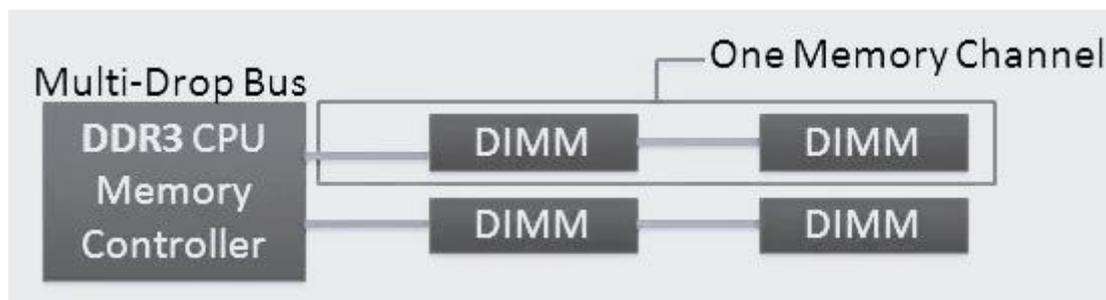

Рисунок 2 — Схема работы шины Multi-Drop
В конце концов, мы добрались до абсолютно свежей памяти DDR4. Консорциум отраслевых компаний JEDEC начала разработку эталона ещё в 2005 году, впрочем, только весной 2014 года первые устройства были замечены в продаже. В качестве примера рассмотрим 8-гигабайтный DDR4-чип с шиной данных шириной 4 бита. Подобный аксессуар имеет 4 группы банков по 4 банка в каждой. Изнутри всякого банка присутствуют 131 072 (217) строчки емкостью 512 байт каждая. Для сопоставления возможно привести свойства подобного DDR3-решения. Подобный чип имеет 8 независимых банков. В любом из банков присутствуют 65 536 (216) строк, а в каждой строке — 2048 байт. Здесь же возможно обозначить, что для всякой группы банков учтен самостоятельный выбор операций (активация, чтение, запись или же регенерация), что разрешает увеличить эффективность и пропускную дееспособность памяти. Необходимым изменением в эталоне DDR4 стало внедрение интерфейса с топологией «точка-точка» взамен покрышки Multi-Drop, используемой в DDR3. Система покрышки Multi-Drop учитывает внедрение всего только 2-ух каналов для связи модулей с контроллером памяти. При применении незамедлительно 4 портов DIMM любые 2 модуля объединяются с контроллером при помощи только одного канала, что само собой отрицательно воздействует на производительности подсистемы памяти (рис. 2).